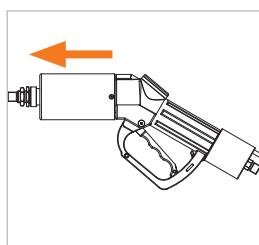

Abbildung 25
- Ziehen Sie den WEH® Servicenippel vorsichtig und gerade aus der Füllkupplung heraus (Abbildung 25).